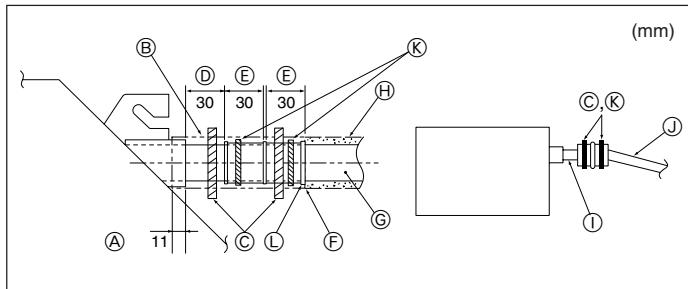

Fig. 6-2
- Anslut dräneringsmuffen (medföljer enheten) till dräneringsöppningen. (Fig. 6-2)